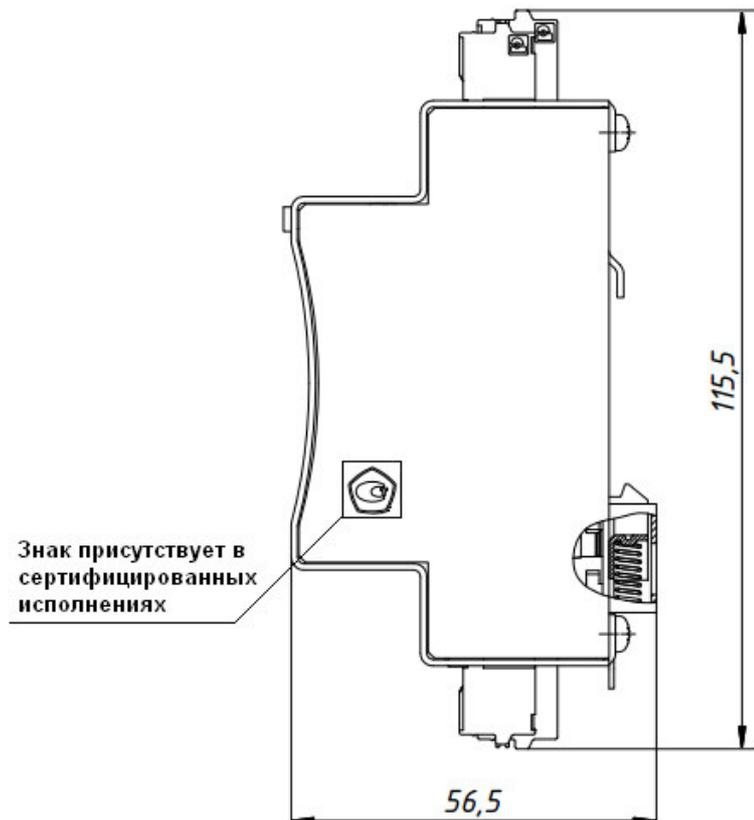

Рисунок 2.5 – Модуль Элсима-А01. Габаритно-установочный чертеж. Вид сбоку
- знак утверждения типа (для сертифицированных исполнений, см. рисунок 2.5)